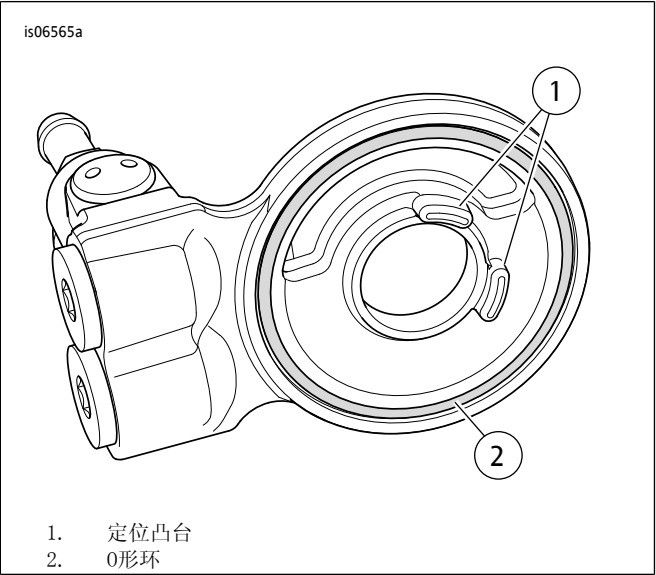

图3 。机油冷却器适配器
3. 参见图3。将机油冷却器适配器上的定位凸台(1)和机油滤清器适配器安装在一起。